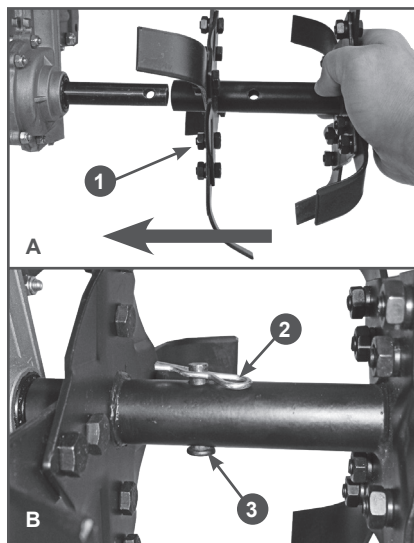

Рис. 4. Установка фрез
- Установите фрезы 1 на выходной вал редуктора (Рис. 4А). Совместите отверстия во фрезе и выходном вале редуктора и вставьте в отверстия пальцы 3. Зафиксируйте пальцы 3 шплинтами 2 (Рис. 4В).